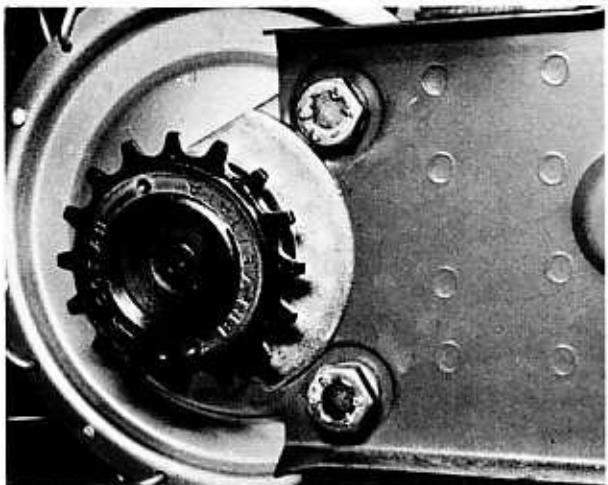

Bild 55
- Die drei Motorbefestigungsschrauben (zwei vorn, eine hinten) lockern und den Motor so weit als möglich nach hinten verschieben, damit der Keilriemen von der hinteren Keilriemenscheibe abge nommen werden kann. Den Bremszug vom Hinterrad lösen. Die Hinterradnabe ist an jeder Seite mit je zwei Schrauben am Rahmen befestigt (Bild 55). Die Schrauben entfernen und das Rad nach hinten ziehen. Beim Ausbauen des Rades nach unten muss die Nabe von der linken Seite geschen im Uhrzeigersinn gedreht werden, damit sie am vorstehenden Ende des linken Rahmenteils vorbeikommt.